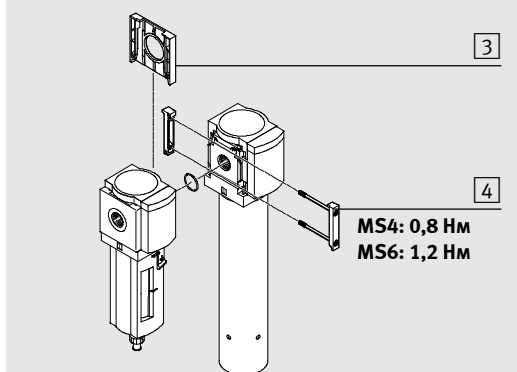

Рис. 2
- Поместите соединители модуля MS...-MV 4 в пазы MS...-LDM1-... и соседнего модуля подготовки воздуха. При этом между модулями подготовки воздуха требуется поместить уплотнение (см. рис. 2).